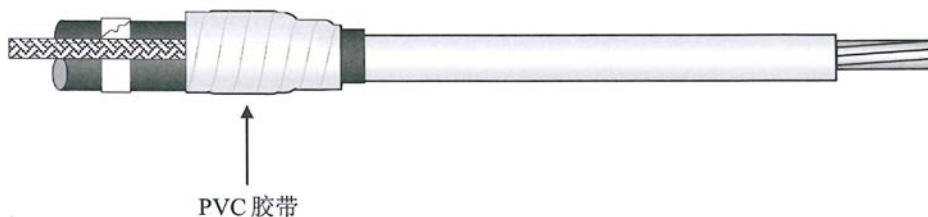

图 14 制作示例图
4) 如图 14 所示, 半重叠绕包 PVC 胶布 (1500# 胶布) 一个来回, 将铜屏蔽带、恒力弹簧和乙丙橡胶自粘绝缘胶布 (23# 胶布) 一起包覆住, 并将铜屏蔽端口绕包的导电乙丙橡胶带 (13# 导电胶布) 覆盖住, 但不能绕包到电缆外半导体层。